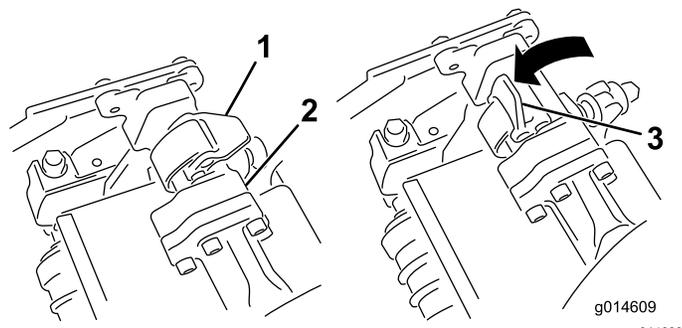
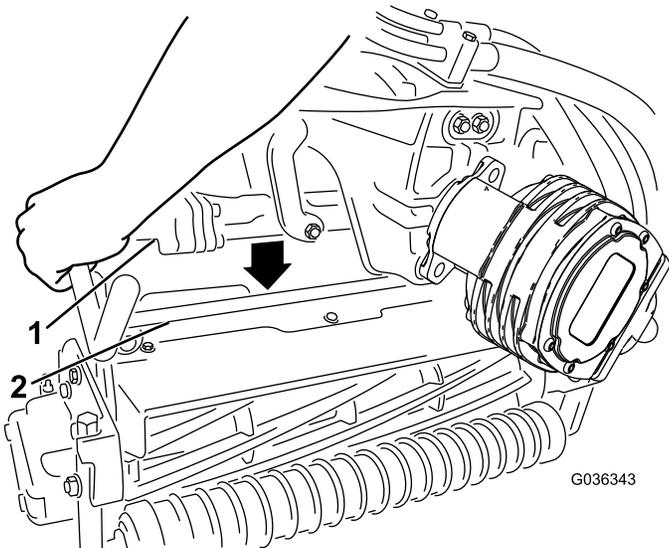

図 52
図 53
4. サスペンションアームのバーについているラッチを上向き開いた状態にして図 52、サスペンションアームを押し下げて、バーを、カッピングユニットのバーの上に被せるようにする図 53。
- ラッチを下げるとカッピングユニットのバーがロックされてユニットがアームにセットされる 図 52。
5. 取り外したいCuttingユニットのサスペンションアームのバーについているラッチを開く 図 52。